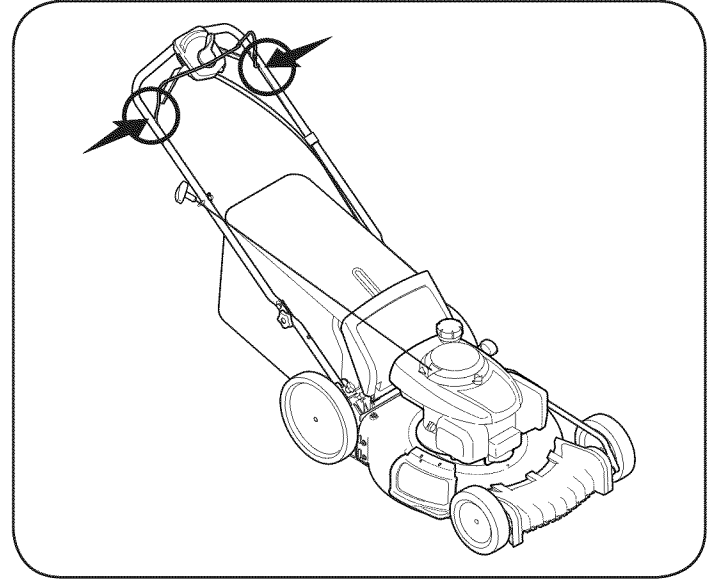

Figura 17
1. Lubrique con aceite ligero los puntos de pivote del control de la cuchilla al menos una vez cada estación. Este control debe funcionar libremente en ambas direcciones. Vea la Figura 17.